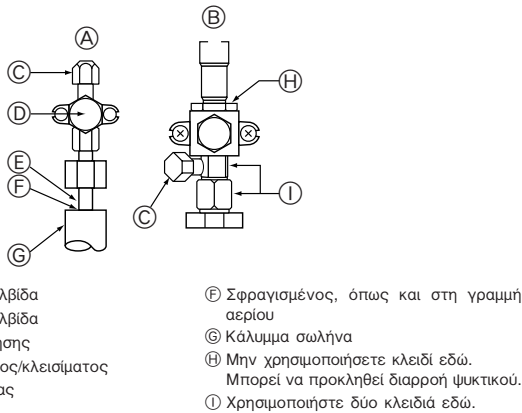

Fig. 4-5
4.4. Μέθοδος ελέγχου αεροστεγανότητας του σωληνώσεων ψυκτικού (Fig. 4-5)
- ① Συνδέστε τα εργαλεία ελέγχου.
- Βεβαιωθείτε ότι οι ανασταλτικές βαλβίδες ① ② είναι κλειστές και μην τις ανοίξετε.
- Διοχετεύστε πίεση στις σωληνώσεις ψυκτικού μέσα από τη θύρα υπηρεσίας ③ της ανασταλτικής βαλβίδας ① και της ανασταλτικής βαλβίδας ②.
- ② Μην διοχετεύσετε πίεση μέχρι την ενδεδειγμένη τιμή μεμιάς αλλά σταδιακά.
- ① Αυξήστε την πίεση μέχρι $0,5 \text{ MPa}$ ($5 \text{ kgf/cm}^2\text{G}$), περιμένετε πέντε λεπτά και βεβαιωθείτε ότι η πίεση δεν μειώνεται.
- ② Αυξήστε την πίεση σε $1,5 \text{ MPa}$ ($15 \text{ kgf/cm}^2\text{G}$), περιμένετε πέντε λεπτά και βεβαιωθείτε ότι η πίεση δεν μειώνεται.
- ③ Αυξήστε την πίεση σε $4,15 \text{ MPa}$ ($41,5 \text{ kgf/cm}^2\text{G}$) και μετρήστε τη θερμοκρασία περιβάλλοντος και την πίεση του ψυκτικού.
- ③ Αν η συγκεκριμένη πίεση διατηρείται σταθερή για μία περίπου ημέρα και δεν πέφτει, οι σωληνες έχουν περάσει με επιτυχία τον έλεγχο αεροστεγανότητας και δεν υπάρχουν διαρροές.
- ④ Αν η πίεση μειωθεί στα βήματα (2) ή (3), τότε υπάρχει διαρροή αερίου. Αναζητήστε την αιτία της διαρροής.